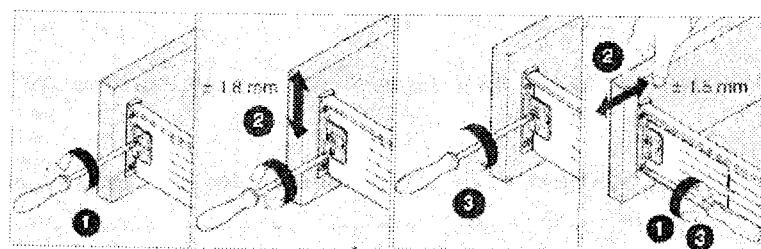

Рис. 2.
- Регулировка выдвижных ящиков осуществляется в последовательности, указанной на рис. 2.